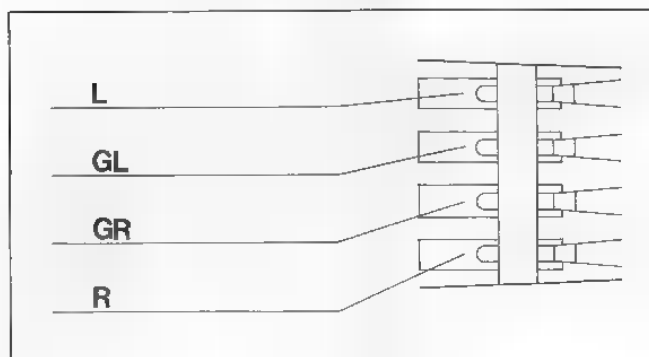

Fig. 13
3. Die Anschlüsse am Systemträger und Tonabnehmersystem sind gekennzeichnet (Fig. 13). Verbinden Sie die Anschlußlitzen des Systemträgers mit den entsprechenden und gleich gekennzeichneten Anschlußstiften des Tonabnehmersystems.
3. The connection inputs on the cartridge holder and on the cartridge are color coded (Fig. 13). Connect the leads of the cartridge holder to the correspondingly coded connection pins of the cartridge.
3. Les connexions sur le porte-cellule et la cellule sont repérées (fig. 13). Reliez les cordons du porte-cellule aux broches de la cellule portant le même repère.
3. De aansluitingen aan de houder zijn gekleurd (Fig. 13). De kleurencode komt overeen met de aanwijzingen op het element. Sluit ze achtereenvolgens aan.
3. Las conexiones en el portacápsulas y en la cápsula están marcadas (Fig. 13). Una los cables de conexión del portacápsulas con las espigas correspondientes y de igual marca en la cápsula.
3. Anslutningstrådarna i monteringsbryggan är färgmärkta (Fig. 13). Koppla dessa trådar till stiftan med motsvarande markering på pick-upen.